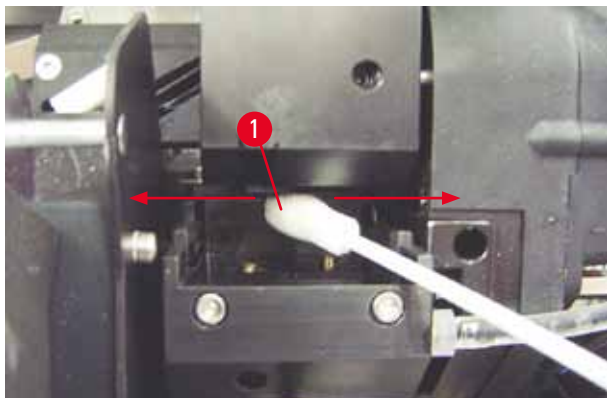

Fig. 51
5. Spingere con cautela il tampone nello spazio sotto la testina di stampa (→ "Fig. 51"). Con una leggera pressione verso l'alto (sulla testina di stampa) muovere il tampone avanti e indietro (per circa 10 volte). I depositi di inchiostro secco si corrodono e vengono così rimossi.